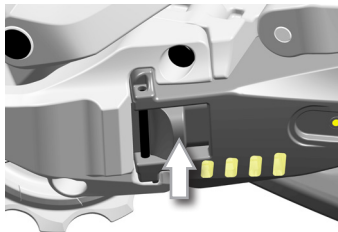
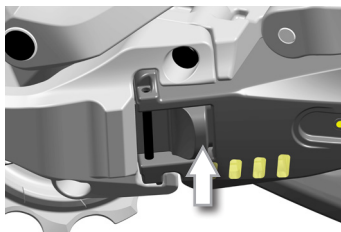

Fig.5
Fig.6
- Bloquee la batería deslizando el botón de bloqueo hasta que haga contacto con el eje (Fig. 5 / Fig. 6).